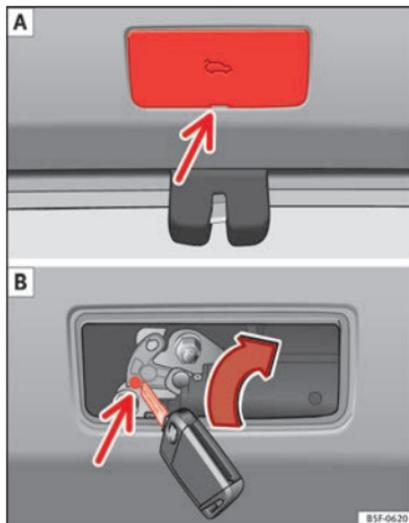

Fig. 197 Particolare del bagagliaio: accesso al dispositivo di sblocco di emergenza.
- Rimuovere il coperchio attraverso la fessura usando un cacciavite »» fig. 197 A.
- Introdurre la chiave nel foro apposito e ruotarla nel senso della freccia fino a liberare il fermo »» fig. 197 B.